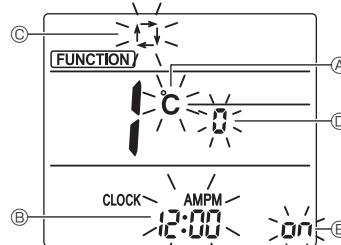

Fig. 4-11
- Vérifiez que la fonction n° "1" est affichée puis appuyez sur la touche ③. L'écran Réglage de l'affichage s'affiche. (Fig. 4-11) Appuyez sur la touche ④ pour changer le n° de fonction.
4.12.2. Changement de l'unité de température (Fig. 4-11 Ⓐ)
- Appuyez sur la touche ⑤. À chaque pression sur la touche ⑤, le réglage change entre et .
4.12.3. Changement de l'affichage de l'heure (Fig. 4-11 Ⓑ)
- Appuyez sur la touche ⑥. À chaque pression sur la touche ⑥, le réglage change entre et .
4.12.4. Changement du mode AUTO (Fig. 4-11 Ⓒ)
- Appuyez sur la touche ⑦. À chaque pression sur la touche ⑦, le réglage change entre et .
4.12.5. Changement du n° de paire (Fig. 4-11 Ⓓ)
- Appuyez sur la touche ④. À chaque pression sur la touche ④, le n° de paire 0-3 change.